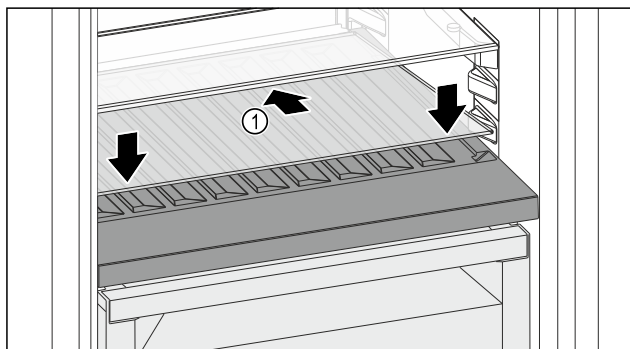

Fig. 168
- Vendosni pllakën e xhamit Fig. 168 (1) pjerrtas, dhe të anuar për poshtë në pjesën prapa.
- Ulni poshtë pllakën e xhamit Fig. 168 (1) përpara.